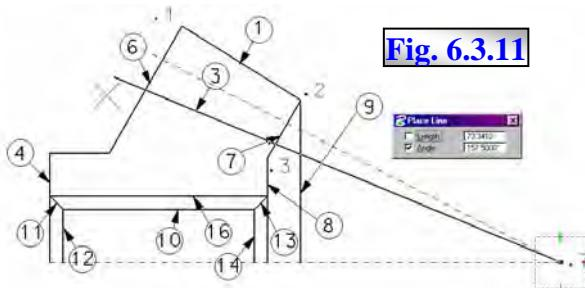
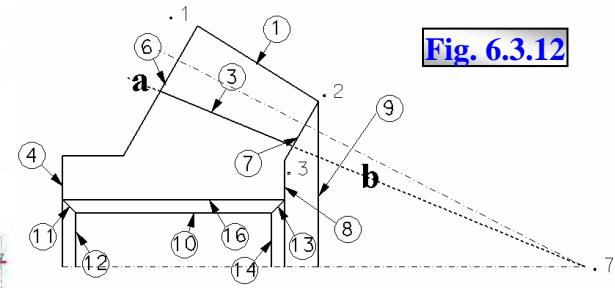

Fig. 6.3.11
Fig. 6.3.12
8. Trasare liniei 3 înclinată la 22.5 grade, fig. 6.3.11, fig. 6.3.12 – punctul 7 va fi punctul de start al liniei 3 și va fi trasată la unghi de 22.5 grade față de orizontală, apoi lungimea ei se va definitiva prin trunchiere în raport cu liniile 6 și 7;
8.2 Se identifică prin TP punctul 7, în câmpul **Angle** al casetei de dialog al comenzi se introduce valoarea 157.5 (unghiul complementar unghiului de 22.5° - considerând modul **conventional** de exprimare a unghiurilor, & 2.7), se blochează controlul asociat și se prelungește, din mișcarea mouse, linia dinamic afișată, până la depășirea liniei 6, moment în care finalizarea liniei 3 se face prin DP plasat arbitrar, fig. 6.3.11.
8.3 Se lansează comanda **Trim Element**, & 4.15.7, prin icoana cu același nume din subtrusa **Modify** a trusei **Main**; elementul 3 va fi elementul trunchiat, iar liniile 6 și 7 vor fi elementele tăietoare; se execută succesiv operațiile: se identifică linia 6 (ca element tăietor), urmat de identificarea liniei 3 (în partea stânga reprezentată cu linie punctată, fig. 6.3.12-a), urmat de acceptarea operației prin DP plasat arbitrar; în continuare, se identifică linia 7 (ca element tăietor), urmat de identificarea liniei 3 (în partea dreaptă reprezentată cu linie punctată, fig.
6.3.12-b), urmat de acceptarea operației prin DP plasat arbitrar; linia 3 va rămâne în final numai prin partea reprezentată prin linie continuă, fig. 6.3.12.